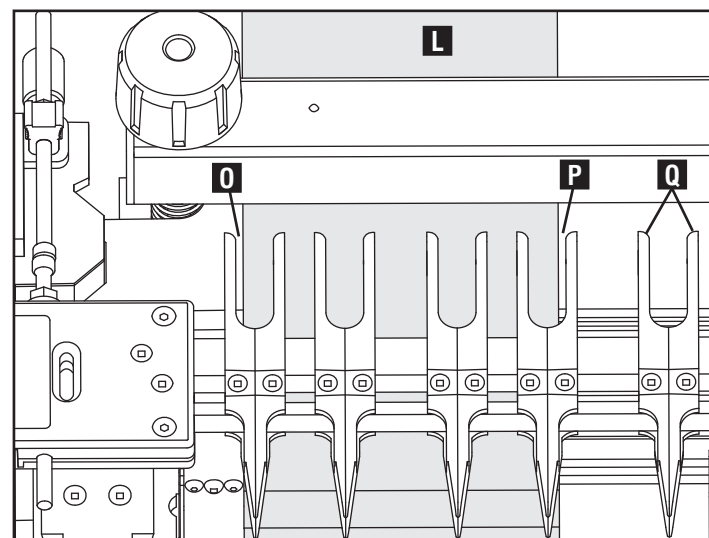

Fig. E5
5. Faites le montage du gabarit sur les tiges avec les étiquettes (jaunes) (M) des « goujons B » faisant face au côté gauche.
6. Faites coulisser le bout de la pièce verticale (N) contre l'encastrement du gabarit avec le guide gauche.
7. Bougez vers l'avant la planche-goujon (pièce à l'horizontale) (L) contre le bout vertical (N) pour obtenir une position, puis glissez la pièce verticale vers le bas pour dégager. Assurez-vous que la planche-goujon est affleurante au bord du guide de gauche (J).
REMARQUE : une ouverture de 3,18 mm (1/8 po) est recommandée entre la planche-goujon horizontale (L) et les doigts, comme indiqué en (O) et (P), Fig. E5. Ceci aidera à maintenir l'espacement approprié aux coins.